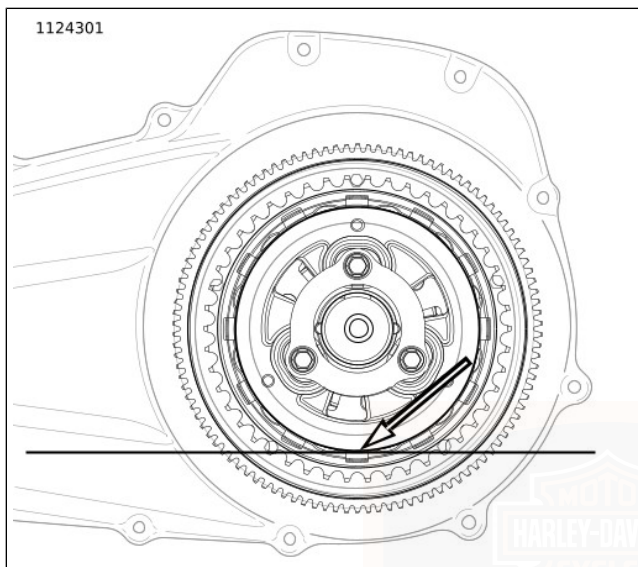

Abbildung 119. Primärer Schmiermittelstand
- b. Siehe Abbildung 119 . Der korrekte Füllstand liegt ca. an der Unterseite des Außendurchmessers der Druckplatte.